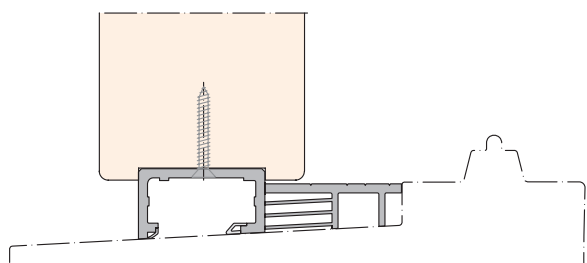

Bild 3
- Aufsatzschiene HH0132-06 (**28**) anschrauben (Bild 3 und 4).